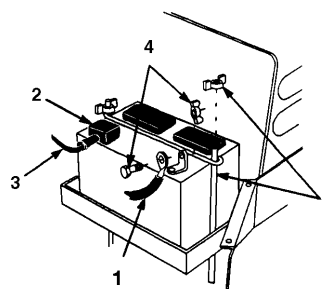

Figure 36
4. Débrancher le fil de terre négatif (noir) de la borne de la batterie (Fig. 36).
5. Soulever le capuchon en caoutchouc sur le câble positif (rouge). Débrancher le câble positif (rouge) de la borne de la batterie (Fig. 36).
6. Déposer les barres de retenue de la batterie (Fig. 36).
9. Au moyen du boulon et de l'écrou papillon, brancher le câble positif (rouge) à la borne positive (+) de la batterie (Fig. 36). Recouvrir la borne de la batterie avec le capuchon en caoutchouc.
10. Au moyen du boulon et de l'écrou papillon, brancher le câble négatif (noir) à la borne négative (-) de la batterie (Fig. 36).